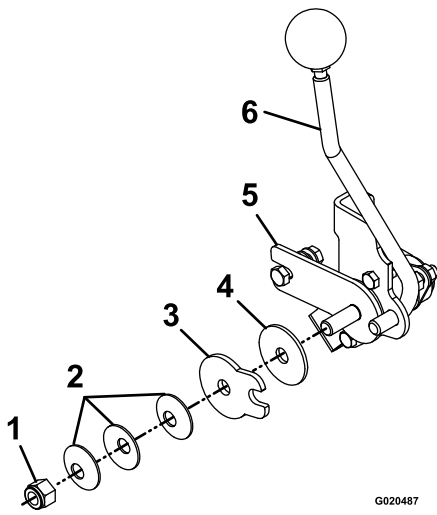

Figura 64
3. Ajuste la tuerca de pivote que se encuentra en el extremo del eje de control de movimiento, delante de la consola derecha (Figura 64).